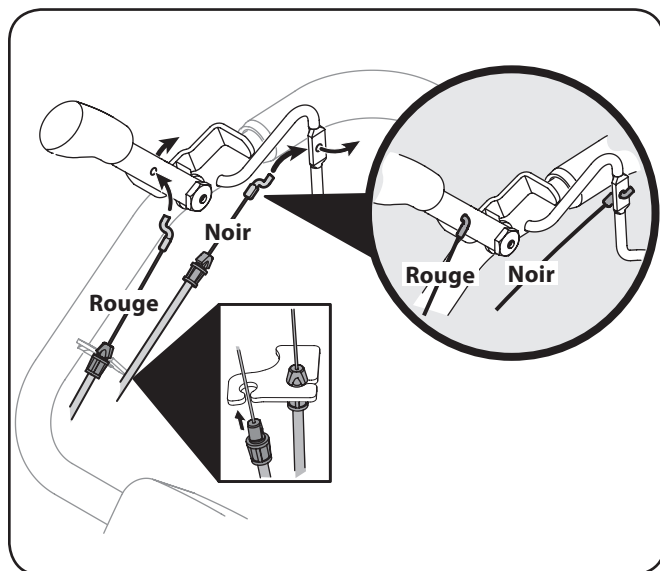

Figure 3-2
Voir Figure 3-2.
2. Faites passer le crochet de retenue du câble de marche arrière dans le trou de la commande de marche arrière pour brancher le câble de marche arrière (rouge) à la commande de marche arrière. Voir Figure 3-2.
3. Faites passer le crochet de retenue du câble de marche avant dans le trou de la commande d'embrayage des dents pour brancher le câble de marche avant (noir) à la commande d'embrayage des dents. Voir Figure 3-2.
4. Faites enclencher les attaches des câbles dans le support de câbles. Faites enclencher l'attache rouge (du câble de marche arrière) dans le trou supérieur du support de câbles, puis faites enclencher l'attache noir (du câble de marche avant) dans le trou inférieur du support de câbles. Voir Figure 3-2.